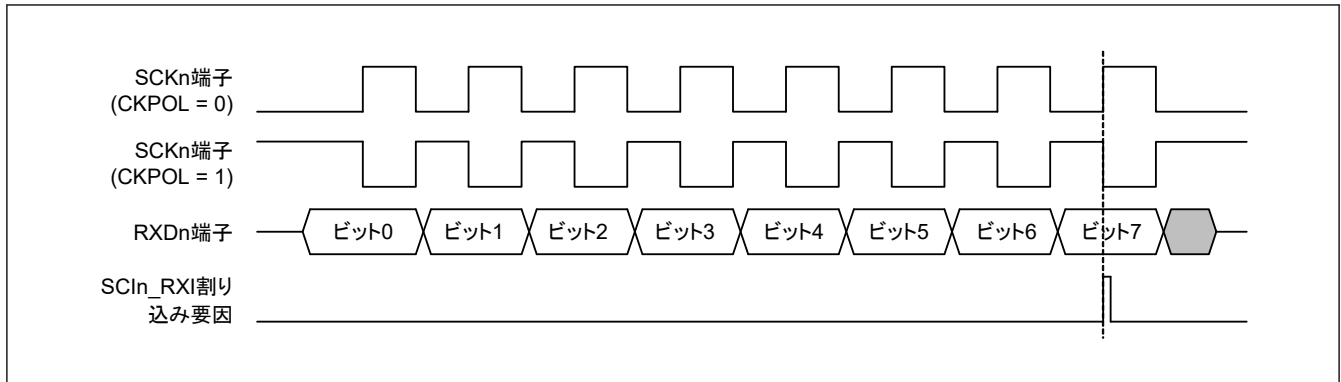

図 26.105 簡易 SPI モードにおける SCI_n_RXI 割込みの発生タイミング (クロック遅れあり)
- クロック遅れあり (SPMR.CKPH ビット = 1) では、図 26.105 に示すように、SCKn 端子の最終クロックエッジ手前のクロックエッジで受信データフル割り込み (SCIn_RXI) が発生します。SCR レジスタの TE ビットと RE ビットを SCKn 端子の最終クロックエッジより前に 0 にすると、SCKn 端子出力がハイインピーダンスとなり、送受信クロックの最後のクロックパルス幅が短くなります。また、SCIn_RXI 割り込みの発生によって、SCKn 端子の最終クロックエッジより前に接続先スレーブの SSn 端子入力信号が High になった場合、スレーブが誤動作する可能性があります。